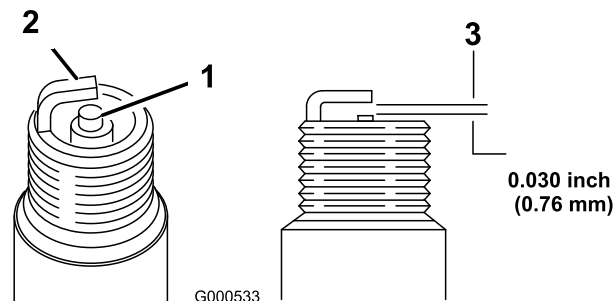

Figura 51
2. Verificate la distanza tra gli elettrodi centrale e laterale (Figura 51), e se non è esatta piegate l'elettrodo laterale.
1. Controllate il centro delle candele (Figura 51).